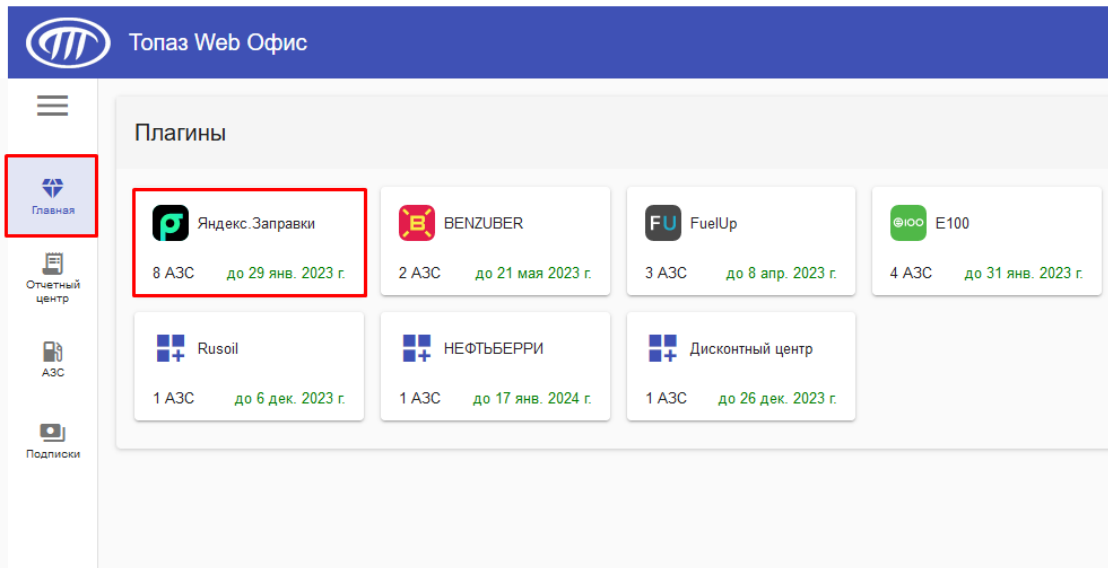

Рисунок 131.
27. Перейдите в меню "Главная" → "Яндекс.Заправки" (рисунок 131):